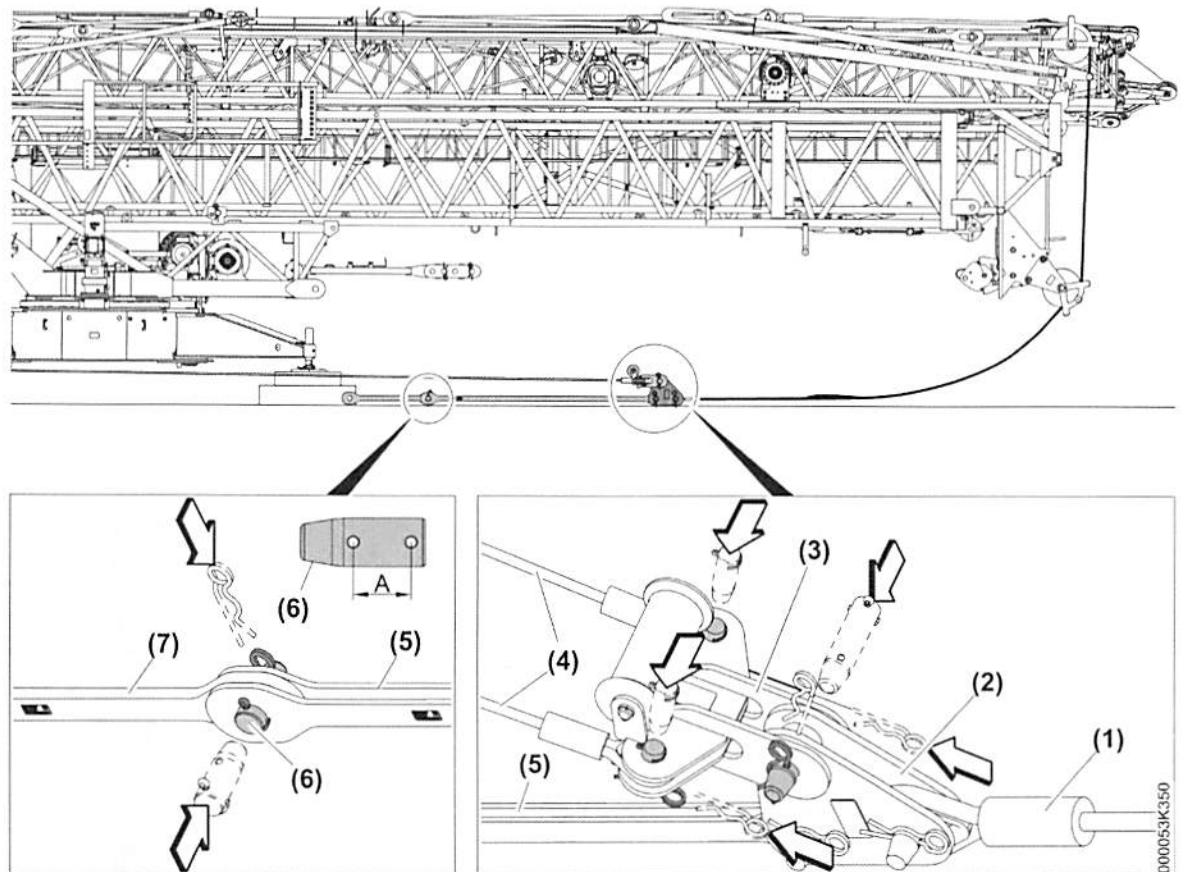

Fig. 297: Rücken-Abspannung vorbereiten
- ▶ Rücken-Abspannung vorbereiten. (siehe: Fig. 297, Seite 341)